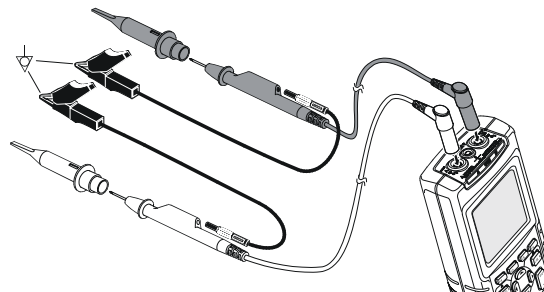

图 9-2. 用短接地导线接地
- 在输入端口 **A** 和输入端口 **B** 上测量直流或交流信号时，要使用短接地导线。（见图 9-2。）